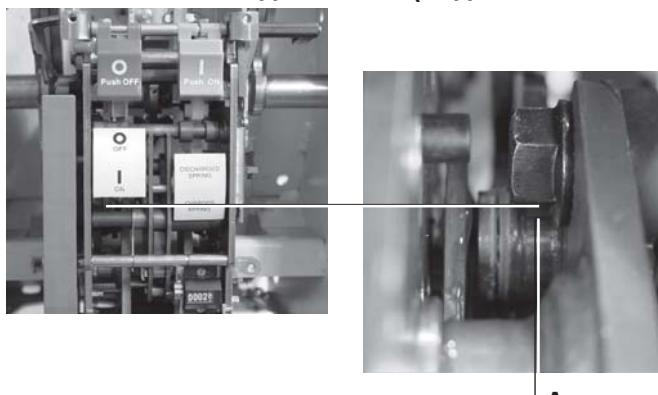

Рис. 13
- Проверьте смазку роликовых подшипников главного рычага привода (см. детали А, рис. 13): их рекомендуется смазать несколькими каплями масла типа SAE 80W/90, используя специальную масленку. Действуйте следующим образом: